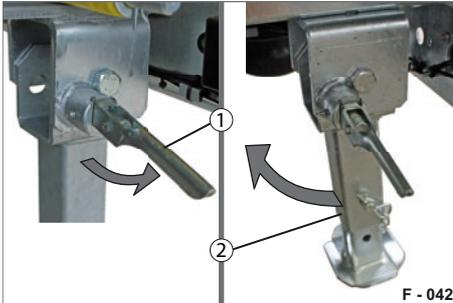

Abb. 54 Klappstütze in Fahrstellung
- ▶ Ziehen Sie den Federriegel (Abb. 54/1) in waagerechte Stellung.
- ▶ Klappen Sie die Klappstütze (Abb. 54/2) hoch (in waagerechte Stellung) und arretieren Sie diese mit dem Federriegel (Abb. 54/1).